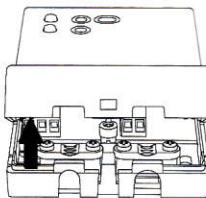

Fig. 3
- 3** Rotiți capacul cablurilor apăsând ușor până când îl scoateți complet (Fig. 3).
- 8** Așezați capacul cablurilor pe bază și rotiți-l în jos; împingeți spre interior lamela din plastic aflată în partea de jos a bazei și apăsați până la declinul lamelei din plastic de fixare din interiorul orificiului din partea de jos a capacului cablurilor (Fig. 3).